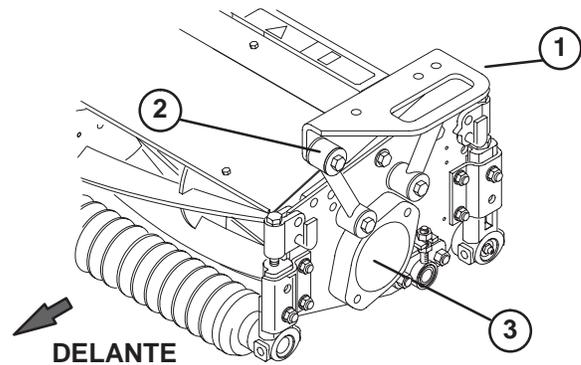

Figura 18
Nota: Con los brazos de elevación totalmente elevados, los manguitos deben quedar en la posición mostrada en la Figura 18 y estar separados 1–3 mm del brazo de elevación.
2. Posicione uno de los bastidores de tiro delanteros (Fig. 16) en cada unidad de corte delantera. Alinee los taladros de montaje con los acoplamientos de montaje, según muestra la Figura 18.
3. Coloque el bastidor trasero (Fig. 17) en la unidad de corte trasera, alineando los taladros de montaje con los acoplamientos de montaje, según muestra la Figura 18.
4. Fije cada acoplamiento de montaje al bastidor de tiro con un tornillo de caperuza (3/8-16 x 2-1/4 pulg.), 2 arandelas planas, y una contratuerca, según muestra la figura 18. Coloque una arandela en cada lado del acoplamiento al montarlo. Apriete a 42 Nm.